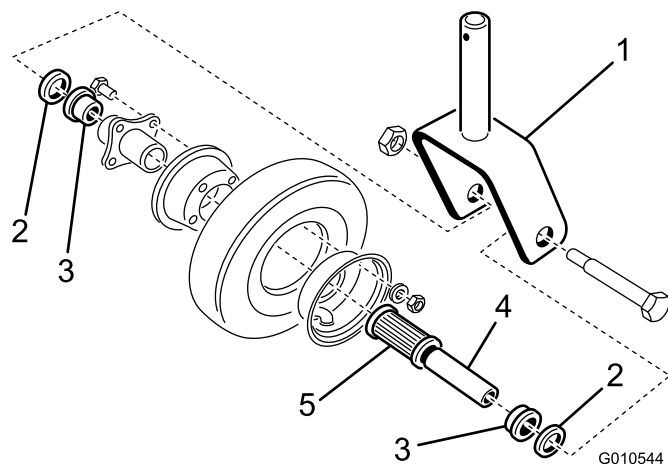

図 19
1. キャスタホイール・アセンブリをキャストフォークに保持しているボルトからロックナットを外す（図 19）。キャストホイールをしっかり握り、ボルトをフォークから抜き取る。
2. ホイールを横に傾けると、スパンナブッシュ（図 19）が落ちてくる。
3. ホイールのハブからベアリングリテーナを1個取り外すと、ベアリングが落ちてくる。ホイールハブの反対側からもベアリングリテーナを外す（図 19）。